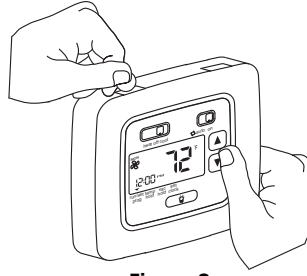

Figura 3
4. Retire la cubierta usando una moneda o un destornillador (Figura 3). Coloque a un lado.